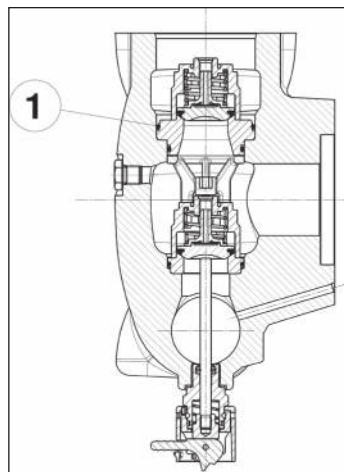

Fig. 111
Prêter particulièrement attention à la mise en place du joint torique indiqué rep. ①, Fig. 111. Utiliser l'outil réf. 27516000 (pour les versions avec Ø Piston : 40 - 45 - 50) ou réf. 27516100 (pour les versions avec Ø Piston : 55 - 60 - 65) pour éviter de couper le joint torique en phase d'installation.